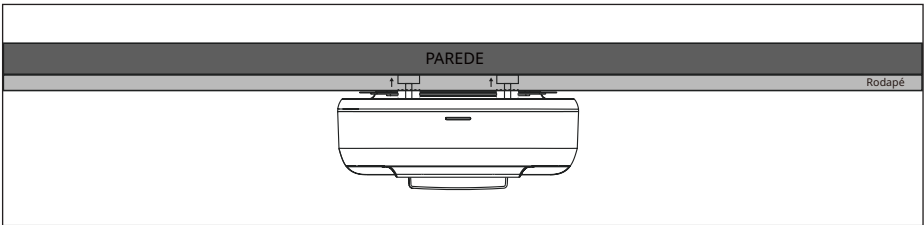

Figura 2
3. Na parte traseira da estação de carregamento, encontrará dois botões que ajudam a posicionar a estação de carregamento contra a parede (consulte a Figura 2). Ajuste esses botões de acordo com a superfície da parede para garantir que a estação de carregamento fica paralela à parede e posicionada em segurança. Depois de colocada corretamente, certifique-se de que a parte frontal da estação de carregamento está voltada para a frente e ligue-a à fonte de alimentação.